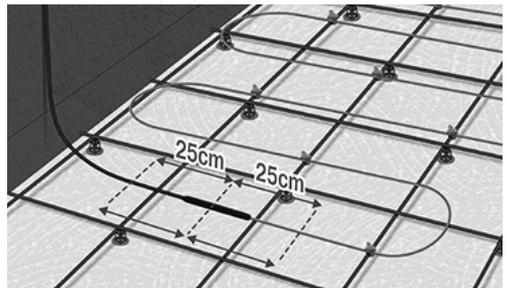

Fig. 4 Placer le câble droit de chaque côté du joint
4. Les câbles sont fixés à environ 25 cm de chaque côté de la connexion entre le câble froid et le câble chauffant, tel que mesuré à partir du centre du joint. Veiller à démarrer de telle manière que le câble froid puisse atteindre le thermostat (Fig. 4).